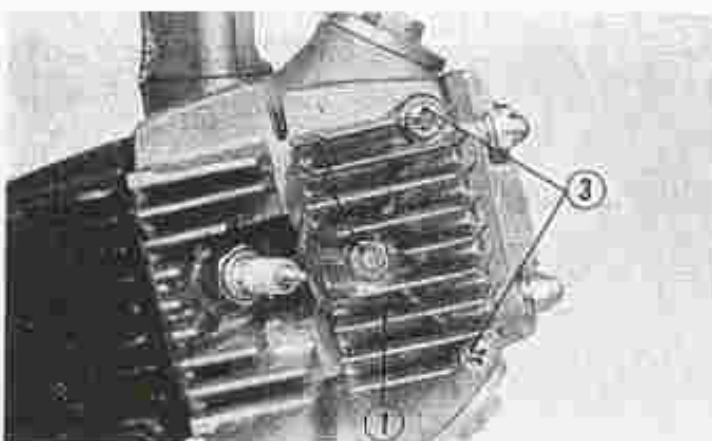

Fig. 27 Zijdeplaat van cilinderkop
- 1) Verwijder de centrale bout met zes-kante kop en tevens het rechter zijdeksel van de cilinderkop. (Fig. 27)